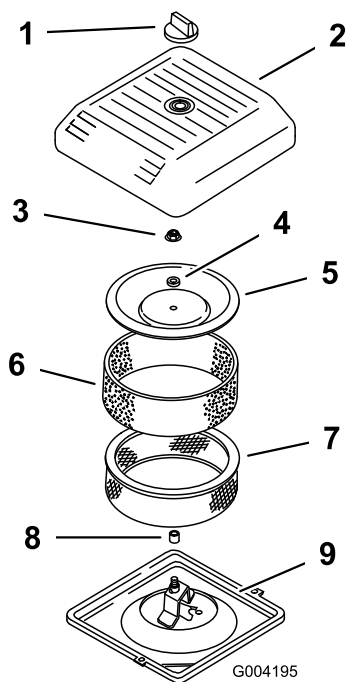

Bild 41
3. Schrauben Sie das Handrad ab und entfernen Sie die Luftfilterabdeckung (Bild 41).
4. Schieben Sie den Schaumvorfilter vorsichtig vom Papiereinsatz herunter (Bild 41).
5. Schrauben Sie die Abdeckungsmutter ab und nehmen Sie die Abdeckung und den Papiereinsatz ab (Bild 41).
2. Schieben Sie den Luftfilter auf das Luftfilterunterteil (Bild 41).
3. Setzen Sie die Abdeckung und das Distanzstück auf und befestigen Sie sie mit der Flügelmutter (Bild 41). Ziehen Sie die Mutter auf 11 N·m an.
4. Setzen Sie die Luftfilterabdeckung ein und befestigen Sie sie mit dem Handrad (Bild 41).